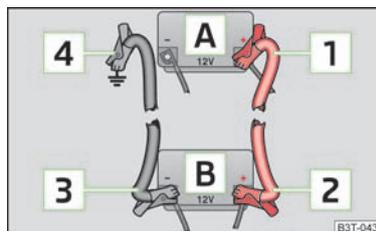

Fig. 181
- > Fixe uma extremidade **[1]** » Fig. 181 ao borne positivo da bateria descarregada **[A]**.